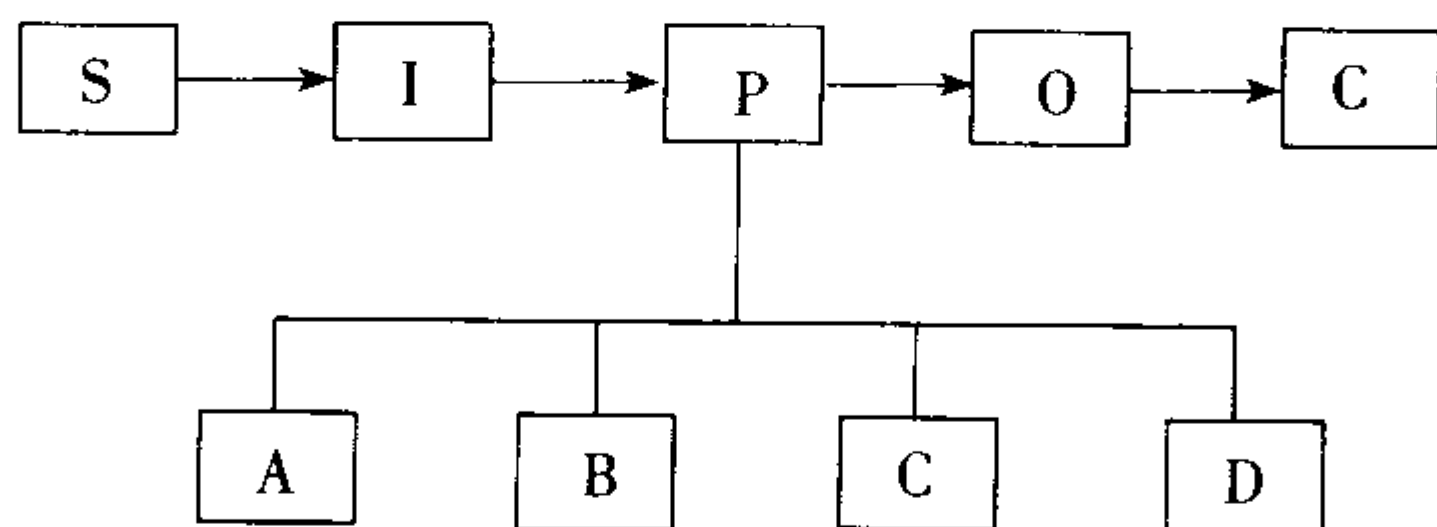

图 12-11
高级流程图 (SIPOC) 是从一个全景的视角来审视一个组织的核心流程。无论组织的规模有多大，都可用一个 SIPOC 图来勾勒其业务流程。它能跨越组织的各个部门的活动。它由供应商 (S)、输入物 (I)、流程 (P)、输出物 (O)、顾客 (C) 所构成。如图 12-11 所示。